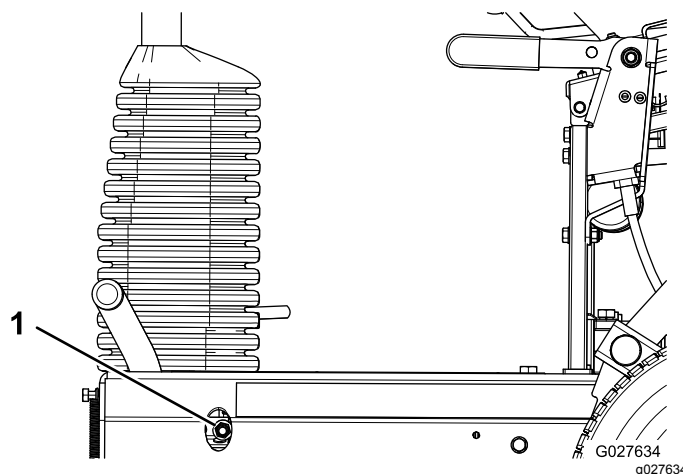

Figura 37
- Para aumentar la resistencia del freno, apriete la contratuerca del freno (Figura 37).
- Para reducir la resistencia del freno, afloje la contratuerca del freno (Figura 37).